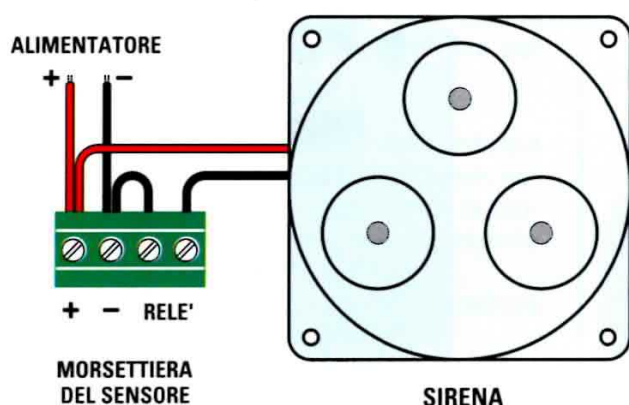

Fig.5 In questo disegno abbiamo illustrato come si deve collegare la minuscola sirena a 12 Volt alla morsettiera a 4 poli.
**Fig.5** Una volta collocati i sensori magnetici sulla porta di ingresso e sulle finestre della vostra abitazione, anche il minimo tentativo di effrazione verrà prontamente segnalato dall'antifurto.